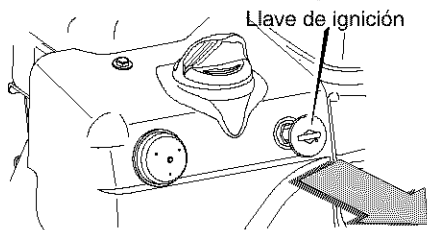

Figura 78
2. Saque la llave de ignición ON/OFF (vea la Figura 78). Guarde la llave en un lugar seguro. El motor no arrancará sin la llave de ignición.